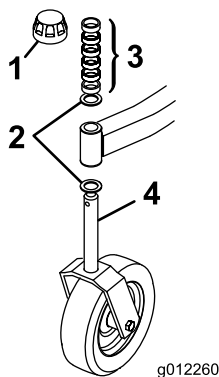
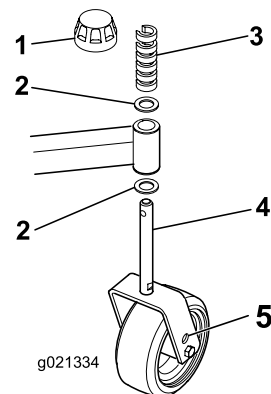

Figura 2
Figura 3
1. Rimuovete i cappucci di tensione dagli assi dei perni ed estraete i distanziali e le rondelle di spinta (Figura 2 Figura 3).
5. Montate un'altra rondella di spinta e i distanziali restanti sul fusello, quindi montate il cappuccio di tensione per fissare gli elementi del gruppo (Figura 2 e Figura 3).